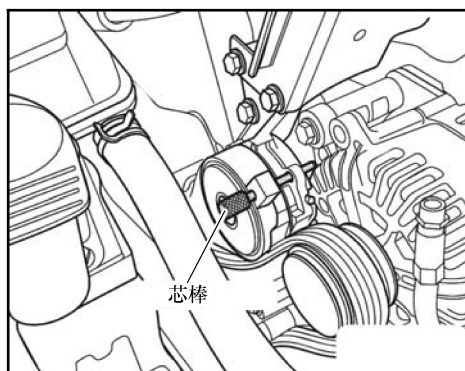

图 5-11 用芯棒锁住张紧器
11) 用芯棒锁住发动机辅助传动带张紧器, 如图 5-11 所示。